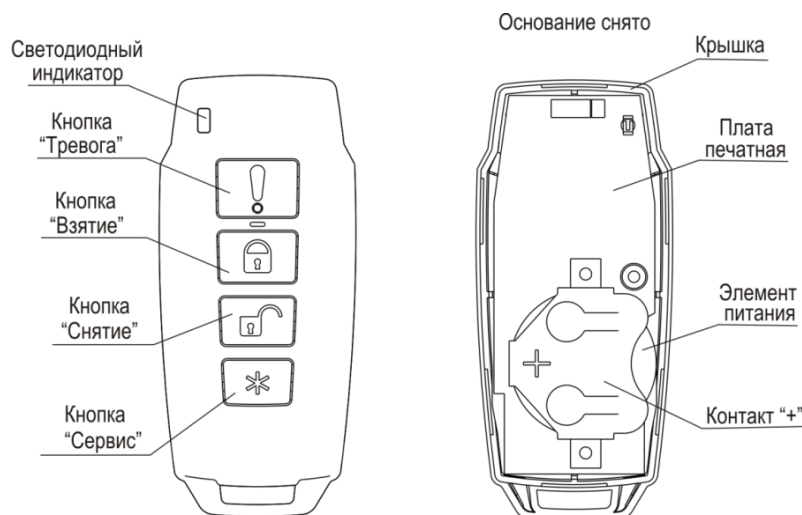

Рисунок 4.10
4.4.4.1 Извещатель выполнен в виде брелока, состоящего из крышки (лицевая сторона) и основания (рисунок 4.10).